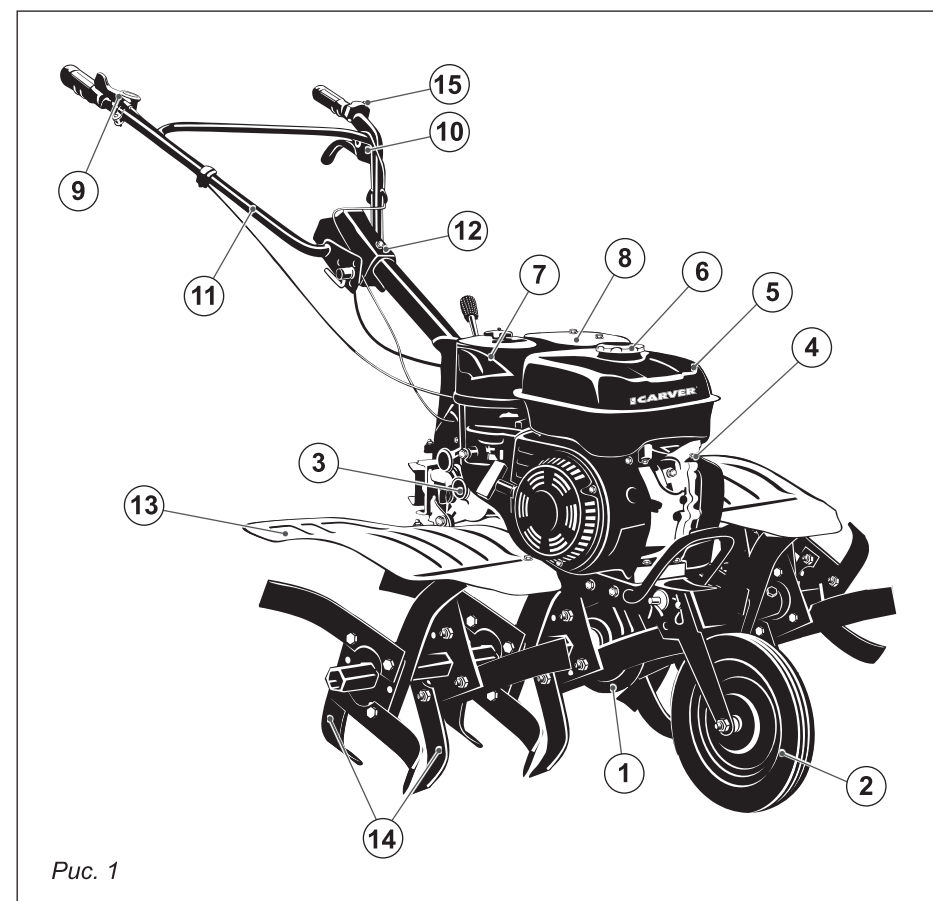

Рис. 1
4. ОСНОВНЫЕ ЭЛЕМЕНТЫ МОТОКУЛЬТИВАТОРА (рис. 1)
Описание основных элементов мотокультиватора (рис. 1):
1. Установите фрезы на оси редуктора, зафиксируйте из стопорными пальцами, пальцы зафиксируйте шплинтами (рис. 1 п. 19).